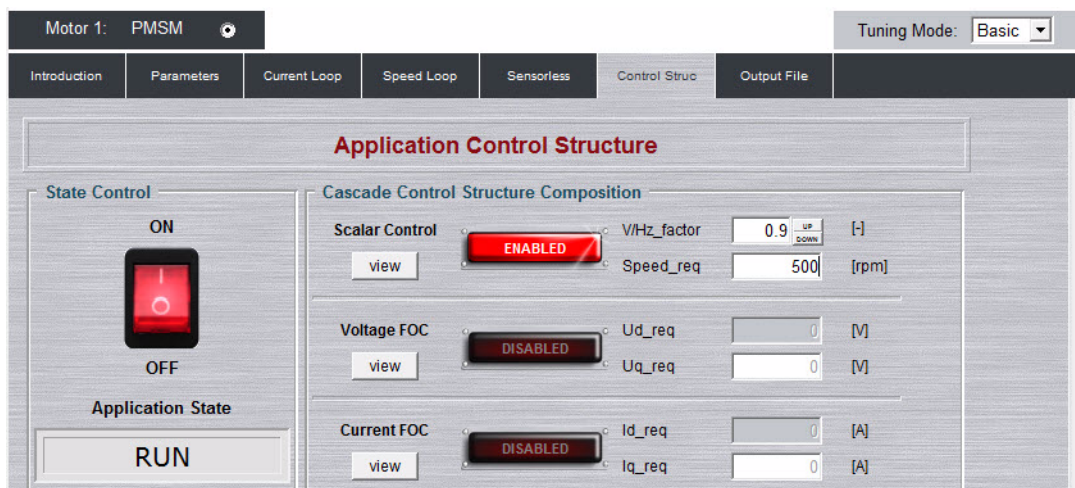

图3. 相电流
4. 在标量控制部分的Speed_req字段中设置所需的速度值，例如500 rpm。电机开始运行，见图3。